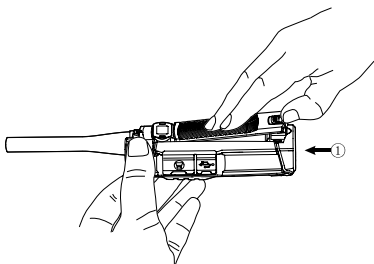

图1
- ① 握住对讲机主体上部，并用手指沿箭头 ① 所示方向推动电池推钮，将电池盖提起，松开推钮即可从后部取出电池盖。如图 1 所示。